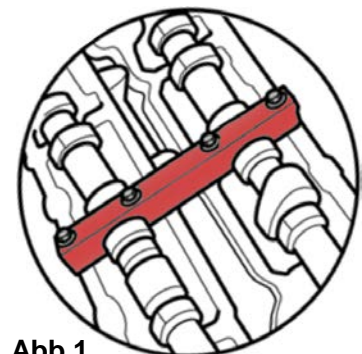

Abb.1
- Nockenwellen-Haltewerkzeuge an linker und rechter Zylinderreihe anbringen (Abb.1). Markierungen der Nockenwellenzahnräder müssen fluchten.